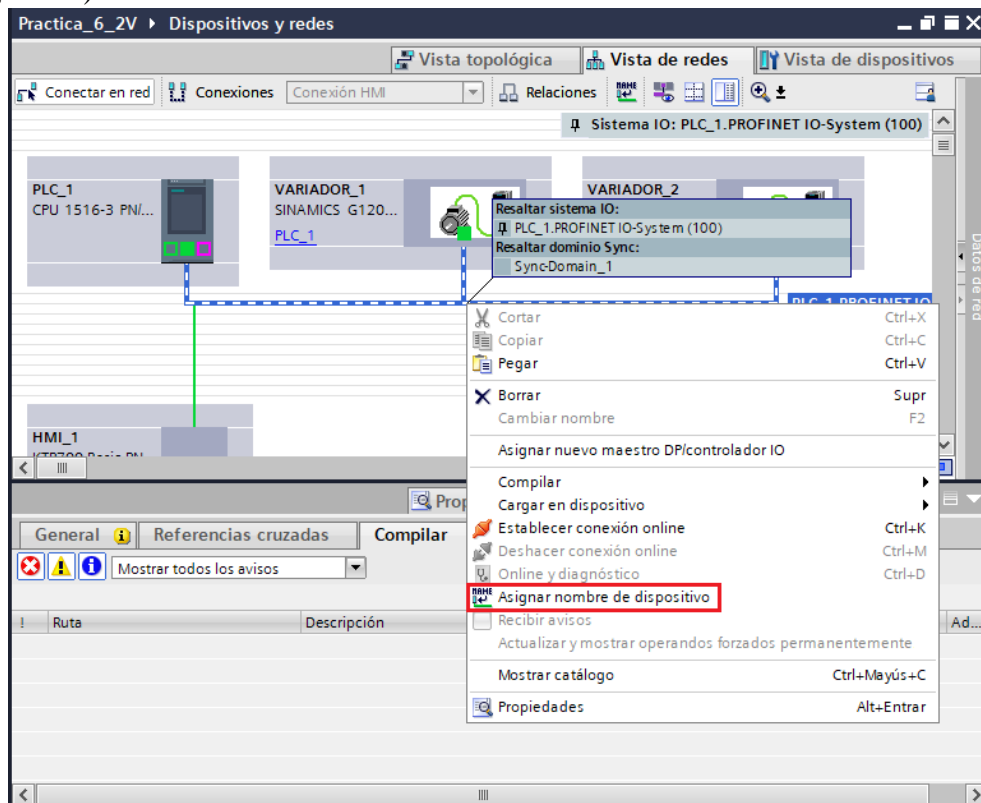

Figura 21. Asignar nombre de dispositivo 1.
- Dar clic derecho sobre la red Profinet y elegir la opción “**Agregar nombre de dispositivo**” (ver Figura 21).